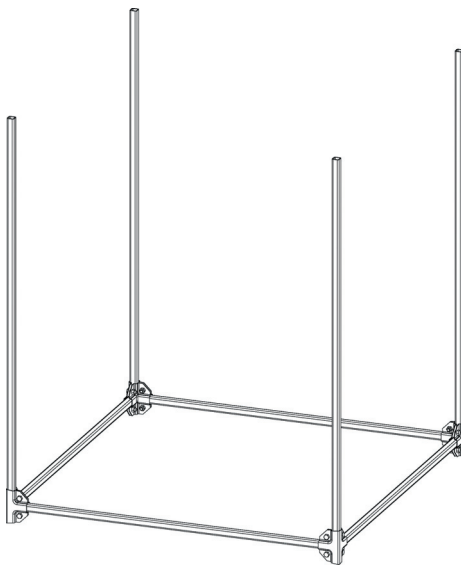

Рисунок 5 – Установка позиций «Стойка вертикальная»
4. Перед окончательной затяжкой болтов установить в позиции «Скоба крепежная А5 х 4» по позиции «Стойка вертикальная» (см. Рисунок 5);